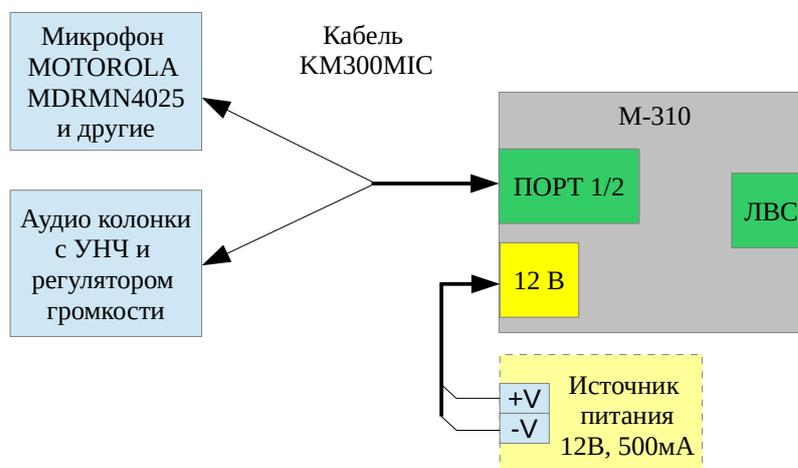

Рис. 3.2.1 Схема подключения операторского оборудования к контроллеру
- 5) «Терминал Mic» - режим для организации рабочего места оператора с использованием микрофонной тангенты и активной аудио системы (рис. 3.2.1). Подключение аудио оборудования оператора выполняется через кабель КМ300MIC (прил. 2.5).